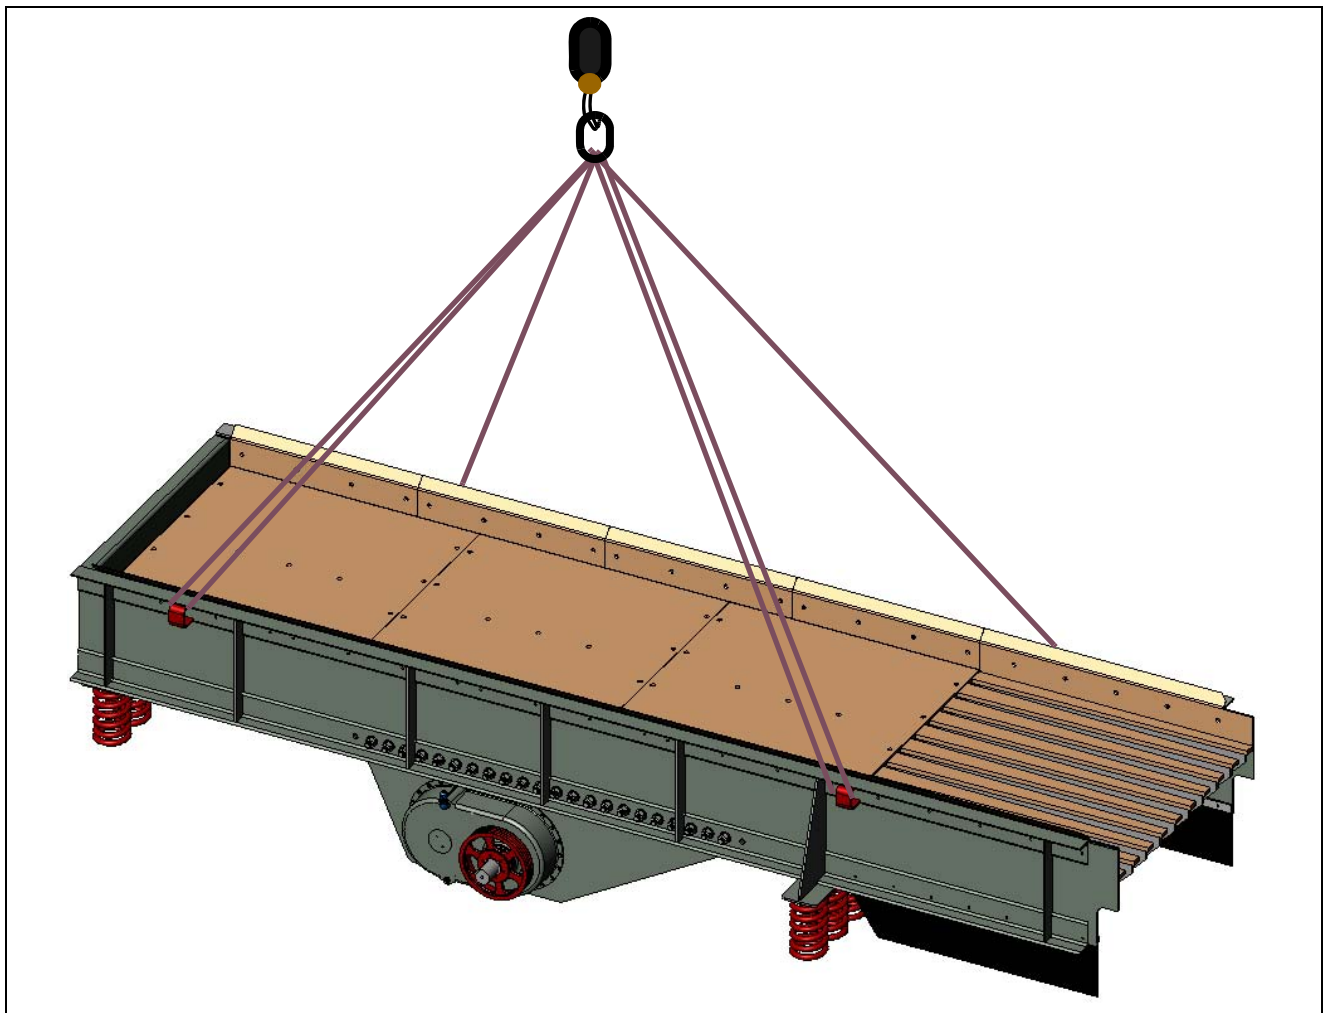

Figura 3-1. Elevando o Alimentador Vibratório VF ou VGF
2. Posicione o alimentador no chão, próximo à estrutura onde será instalado. Use um bloqueio sob o cárter do alimentador para evitar que o peso do alimentador seja suportado pela unidade vibratória. Remova as tiras de metal e outros materiais de embarque conforme necessário. Consulte a Figura 3-1 para ver os pontos de elevação.